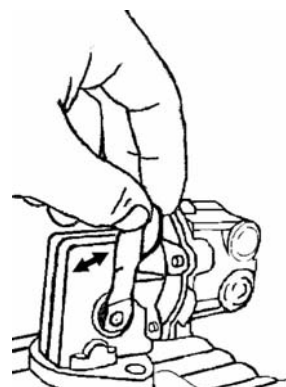

Fig. 5.3
- (1) Controleer of de brandstofkraan bij de tank geopend is..
- (2) Voor motoren uitgerust met een Ronim-V of SMI keerkoppeling: beweeg de hendel van de brandstofpomp 6 of 7 keer op en neer (fig. 5.3). Als de handpomp verstopt is, gaat het ontluichten moeizaam. Verwijder in dit geval de luchtventilatiebout en inlaatkant van de brandstofslang. Reinig vervolgens de klep van de pomp met hoge luchtdruk.